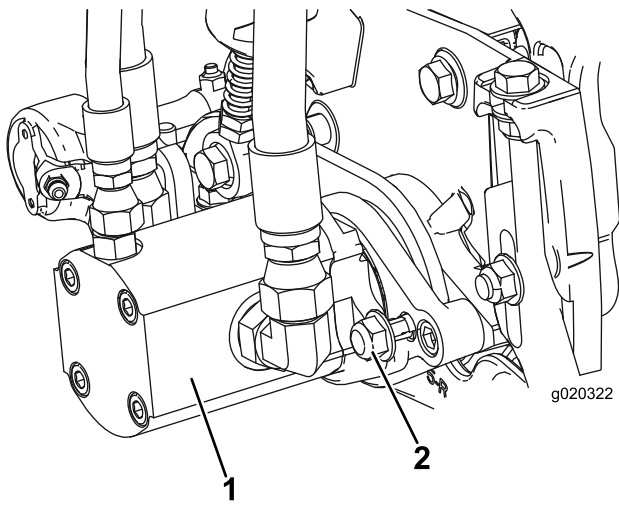

Bild 13
17. Montieren Sie den Motor; drehen Sie ihn nach rechts, damit die Motorflansche nicht die Sicherungsmuttern berühren (Bild 13). Drehen Sie den Motor nach links, bis die Flansche die Muttern umgeben. Ziehen Sie die Muttern dann an.